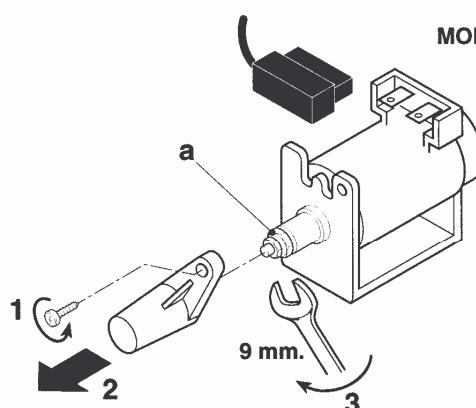

Fig. 30
- 7 - Levare la protezione in plastica del modulatore della valvola a gas (fig. 30);
- 12 - Tarare la pressione minima del gas al bruciatore staccando il connettore elettrico del modulatore ed agire quindi con una chiave da 9 sul dado **a** (fig. 30). La pressione dovrà risultare 6,5 mbar per il propano e 4,8 mbar per il butano. Questa operazione deve essere fatta con il bruciatore acceso;
- 12 - Tarare la pressione minima del gas al bruciatore staccando il connettore elettrico del modulatore ed agire con una chiave da 9 sul dado **a**, tenendo bloccato il dado **b** con una chiave da 7 (fig. 30). La pressione dovrà risultare pari a 2,15 mbar per i modello M 25A e di 2,3 mbar per i modello MF 25A. Questa operazione deve essere fatta con il bruciatore acceso;